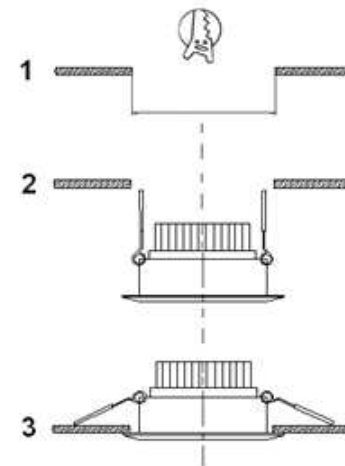

РИС. 1. Монтаж светильника
5.1. Монтаж светильника (см. РИС.1).
- б) Проверьте фактический врезной размер светильника и подготовьте проем (вырез) в монтажной поверхности под установку светильника- 1 (Рис.1);
- г) Вставьте фиксирующие клипсы в пазы на боковых сторонах светильника, поднимите их вверх и установите светильник в подготовленный монтажный проем – 2 (Рис.1). Не допускайте пережатия питающих проводов. Не допускайте удерживания светильника на весу за счет питающего кабеля;
- д) Убедитесь, что светильник надежно удерживается в проеме – 3 (Рис.1);